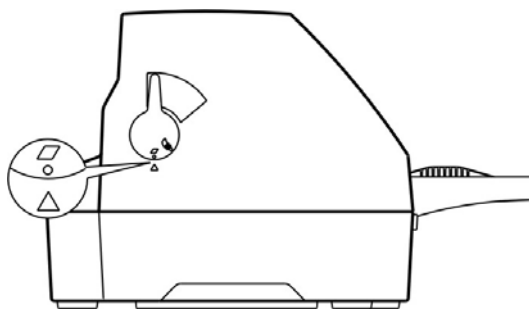

图 3-2 设定单页/连续纸进纸选择杆位置（单页纸）
2. 将单页/连续纸进纸选择杆拨到单页纸位置。如图 3-2 所示，确保单页纸符号对准打印机外壳上的“△”标志。